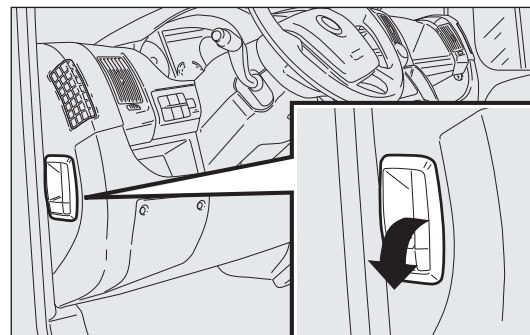

fig. 120
- tirare la leva fig. 120 nel senso indicato dalla freccia;